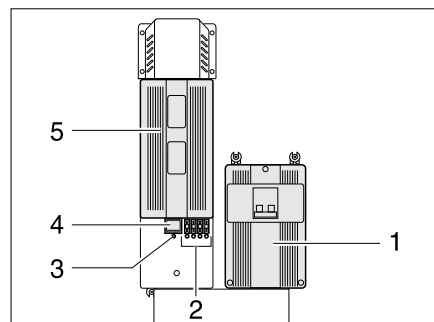
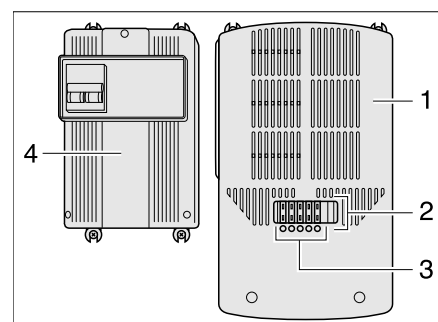

Bild 85 Netzgerät (Typ I)
Bild 86 Netzgerät (Typ II)
Das Netzgerät (Bild 85,5 bzw. Bild 86,1) ist neben dem 230-V-Sicherungsautomaten (Bild 85,1 bzw. Bild 86,4) montiert.
In das Netzgerät sind ein Hauptschalter (Bild 85,4) (nur Typ I), mehrere Sicherungen (Bild 85,2 bzw. Bild 86,2) und ein Überlastungsschutz integriert. Eine defekte Sicherung oder ein Kurzschluss im Stromkreis wird durch eine rot aufleuchtende LED unterhalb der Sicherung (Bild 85,2 bzw. Bild 86,3) signalisiert.
- Den Hauptschalter (Bild 85,4) unten drücken: Stellung "ON". Die grüne LED (Bild 85,3) leuchtet, wenn eine 230-V-Spannung anliegt.
- Den Hauptschalter (Bild 85,4) zunächst oben drücken: Stellung "OFF".